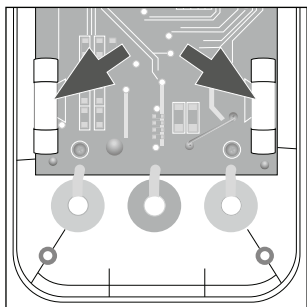

Fig. 6
- ◆ Sostituire il fusibile F1 (F 250 mA/300 V) o F2 (F 10 A/300 V) guasto con un fusibile nuovo dello stesso tipo (vedere fig. 6).